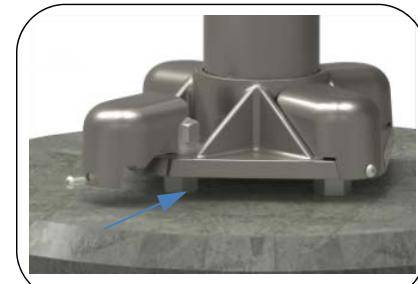

Fig. 7: Instalación de tapa tuercas
7. Coloque el tapa tuercas como se indica en la Fig. 7.